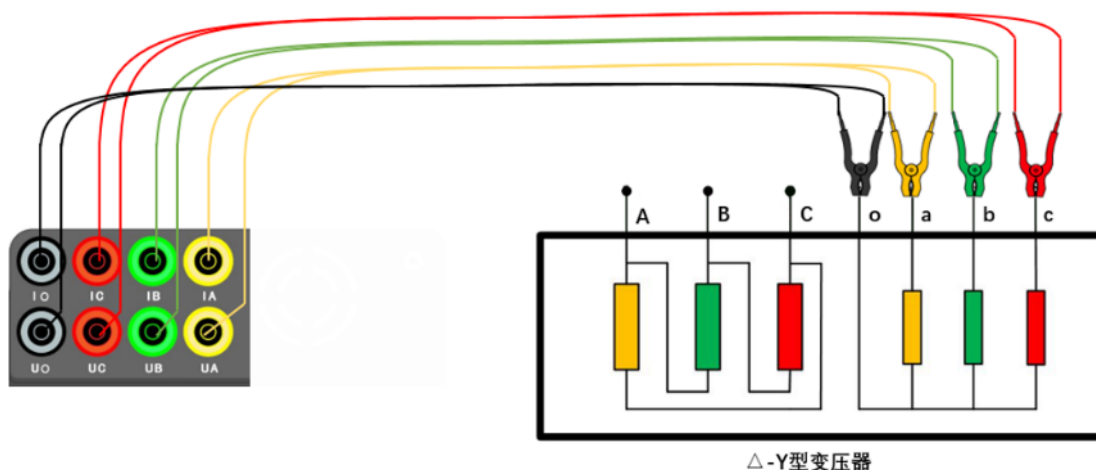

图 5 Y 型模式测量法接线图
- 1) **Y 型逐相:** 接线方法参考图 5。对于 Y 型逐相模式, 仪器会对 AO、BO、CO 逐相充磁、测量和能量回收, 单相能量回收完成后开启下一相充磁和测量;
- 1) 按照图 5 所示进行接线：